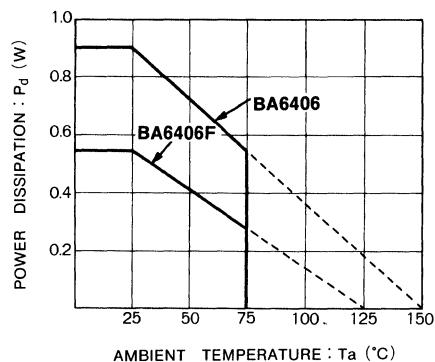

Fig. 3
- (2) 周囲温度に対するICの許容損失は、Fig. 3のとおりです。熱設計の参考にしてください。
(3) 消費電力